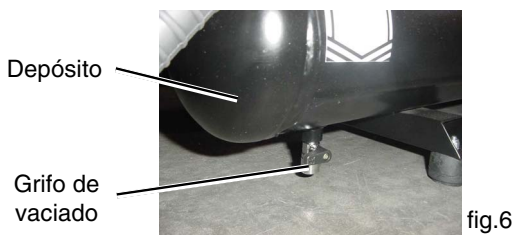

fig.6
- B) Abrir gradualmente el grifo de vaciado, purgar y eliminar todo el aire que se encuentra dentro del depósito para prevenir corrosiones internas en el depósito (fig. 6).